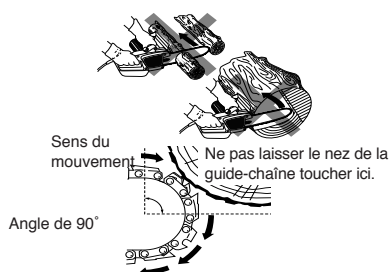

Figure 1 - Exemple du risque de recul. Ne pas laisser le nez de la guide-chaîne toucher un objet pendant que la chaîne est en mouvement.
- Ne pas laisser le nez de la guide-chaîne toucher quelque chose quand la chaîne est en mouvement. (Voir la figure 1.)